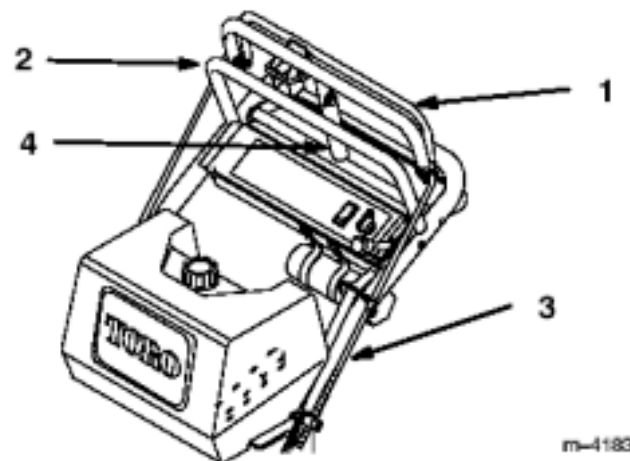

图8
- 3、当轮驱动完全启动时，检查高位控制手柄和固定手柄间的空隙。空隙应大约在1至1^{1/4}英寸范围内。(图8)
- 5、检查刹车调节。刹车手柄应进行调节，当推压高位控制杆时，刹车水平杆应自然贴入固定手柄。(图8)